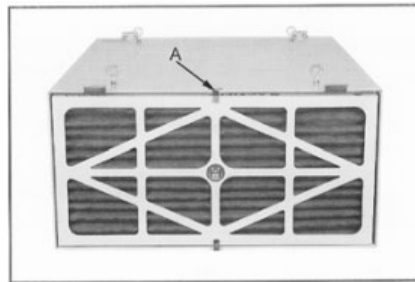

Рис.5
**Наружный фильтр** может быть удален после откидывания обеих планок (A, рис.5).